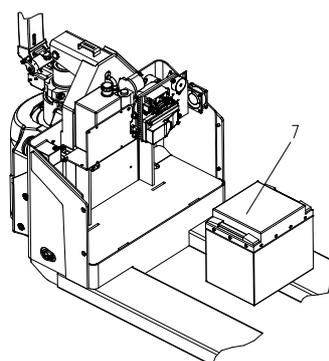

Рис. 15
- (Рис.15) извлеките старую батарею 7, затем установите новую, следуя приведенным выше инструкциям.